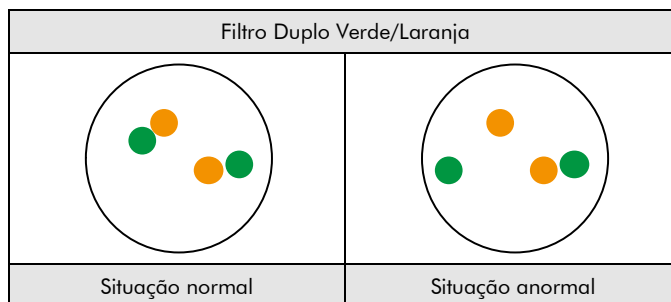

Fig. 2: Resultados esperados em núcleos normais e anormais
**Situação normal:** Em interfases de células normais ou em células sem translocação envolvendo a região do gene CREBBP, são visíveis dois sinais de fusão verde/laranja (ver Fig. 2).
**Situação anormal:** Uma região do gene CREBBP afetada por uma translocação é indicada por um sinal verde e laranja separados (ver Fig. 2).